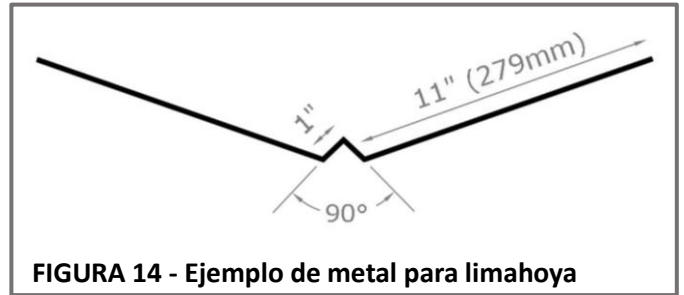

FIGURA 14 - Ejemplo de metal para limahoya
- METAL PARA LIMAHOYA** - Consulte los códigos de construcción locales para el ancho del metal para limahoya y los materiales permitidos. El ancho debe ser un mínimo de **12" (305mm)** a cada lado. F-WAVE recomienda el uso de un metal para limahoya estilo W. Vea la **Figura 14**.